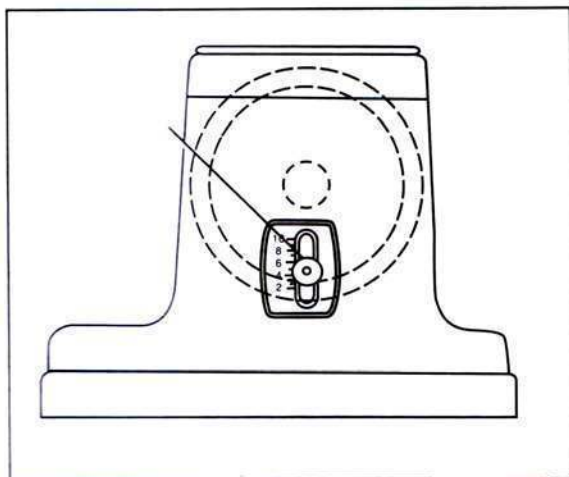

Рис. 4
5. РЕГУЛИРОВКА ДЛИНЫ СТЕЖКА (РИС. 4)